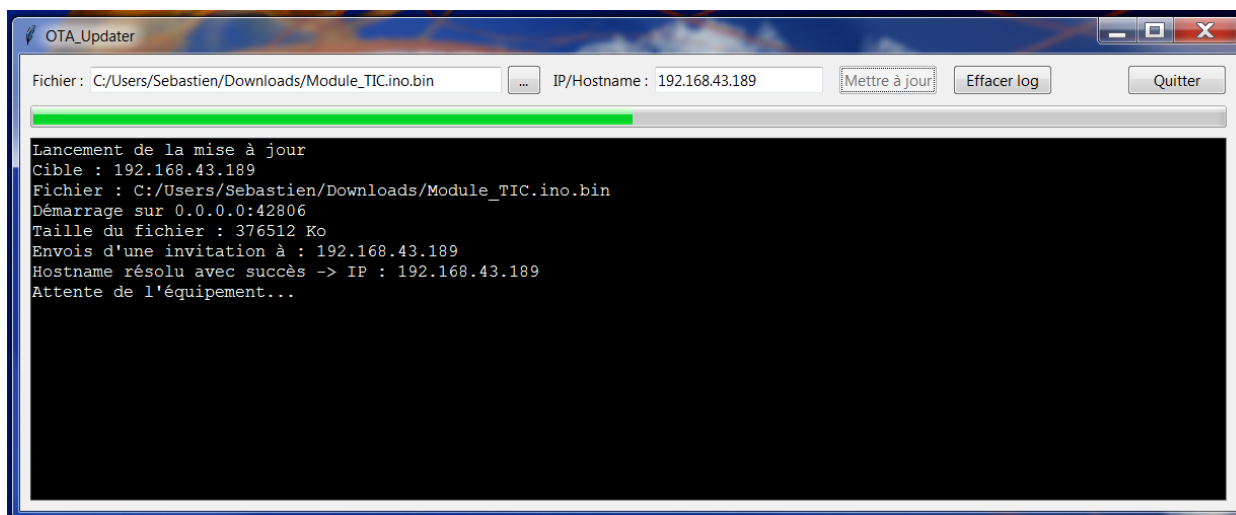

Figure 12 : Mise à jour du **Module_TIC_vx.bin** par **OTA_Updater.exe**
3. Ouvrir le logiciel **OTA_Updater.exe** (fig.12) puis: